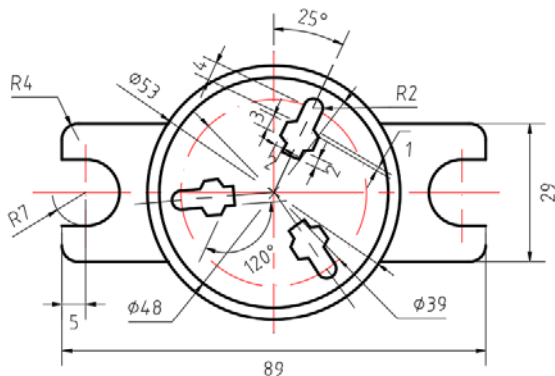

图 2-73 具有阵列特性的图形
- 阵列结构：具有阵列特性的图形分为线性阵列和圆形阵列两类。在 **Creo** 中，线性阵列和圆形阵列可以使用复制和选择性粘贴工具完成，不过一次只能阵列一个成员。具有阵列特性的图形如图 2-73 所示。